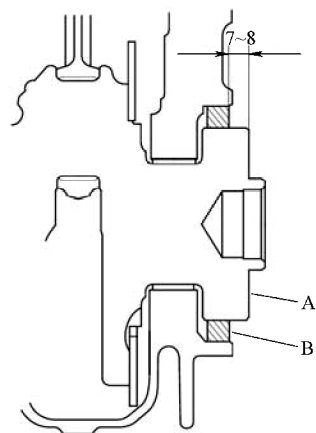

图 8-28 曲轴与油封之间的距离
- 21) 测量曲轴 A 和油封 B 之间的距离，如图 8-28 所示。